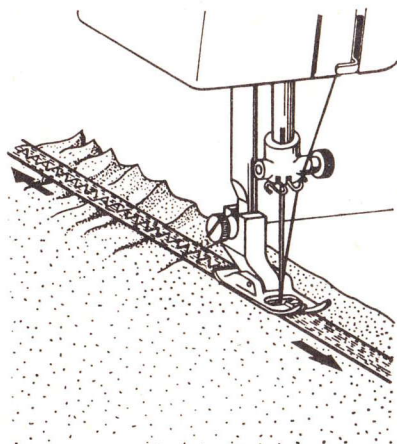

Abb. 56
42. Aufnähen von Gummiband (Abb. 56)